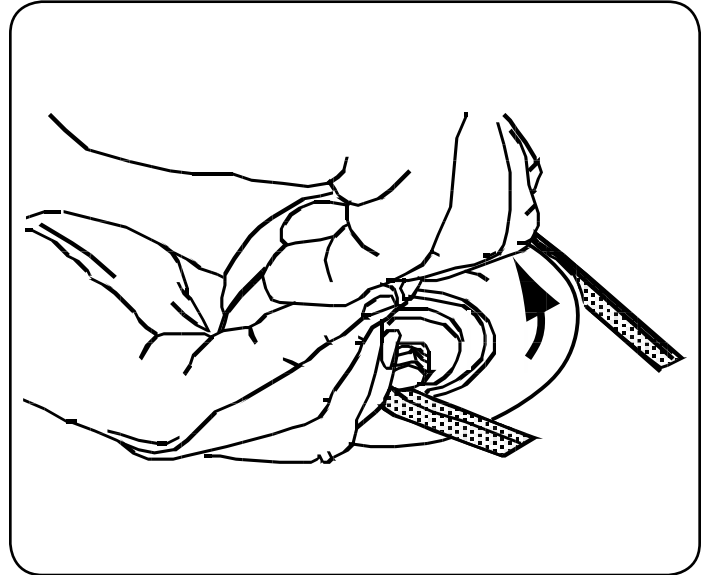

Figura 40
8. Tire del lado derecho de la correa y coloque el lado V angosto de la correa en la polea de la PTO. Vea la Figura 40.